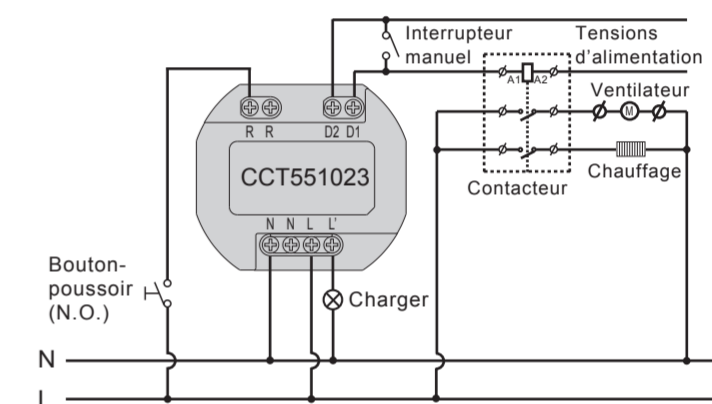
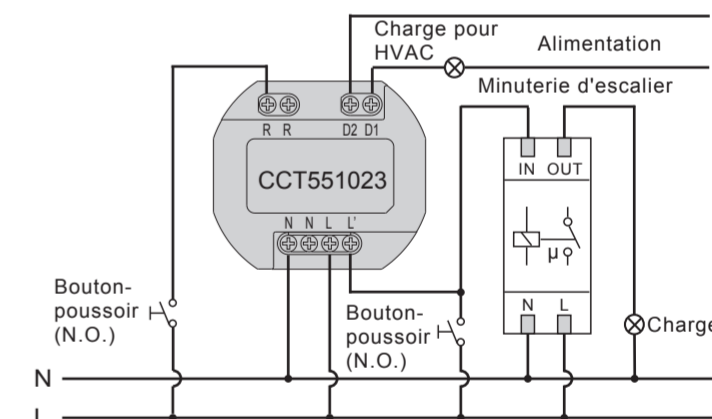
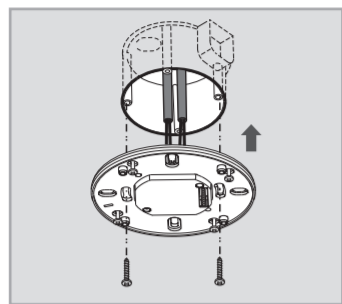
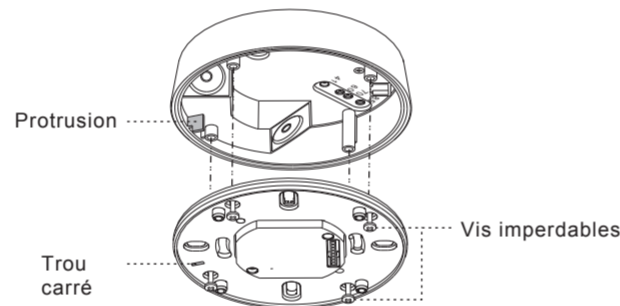

FIG. 5
FIG. 6
FIG. 9
FIG. 17
#### 4.3.1 CCT551023 pour application standard (voir. FIG. 5)
#### 4.3.2 CCT551023 contrôle la minuterie de la cage d'escalier (Temps 1 doit être réglé à $\overline{FS}$ ) (voir. FIG. 6)
4.4.1.3 Fixer la boîte d'alimentation dans la boîte de jonction de norme européenne avec 2 pcs vis (voir FIG. 9).
4.4.2.3 Veuillez vous référer à l'illustration des FIG. 5 et FIG. 6 pour un câblage correct puis visser le cache de la boîte d'alimentation fermement.
4.4.3.5 Se référer aux schémas des connexion pour le bon raccordement des câblages (voir FIG. 5 - FIG. 6). Il y a un trou carré dans la plaque de fixation. En plaçant la plaque de fixation dans la boîte de jonction, veuillez adapter le fillister à la protrusion de la boîte de jonction (voir FIG. 17), puis fixez la tête de détection sur la boîte d'alimentation selon la FIG. 9 et assemblez-les à l'aide des 4 pcs vis imperdables attachées.